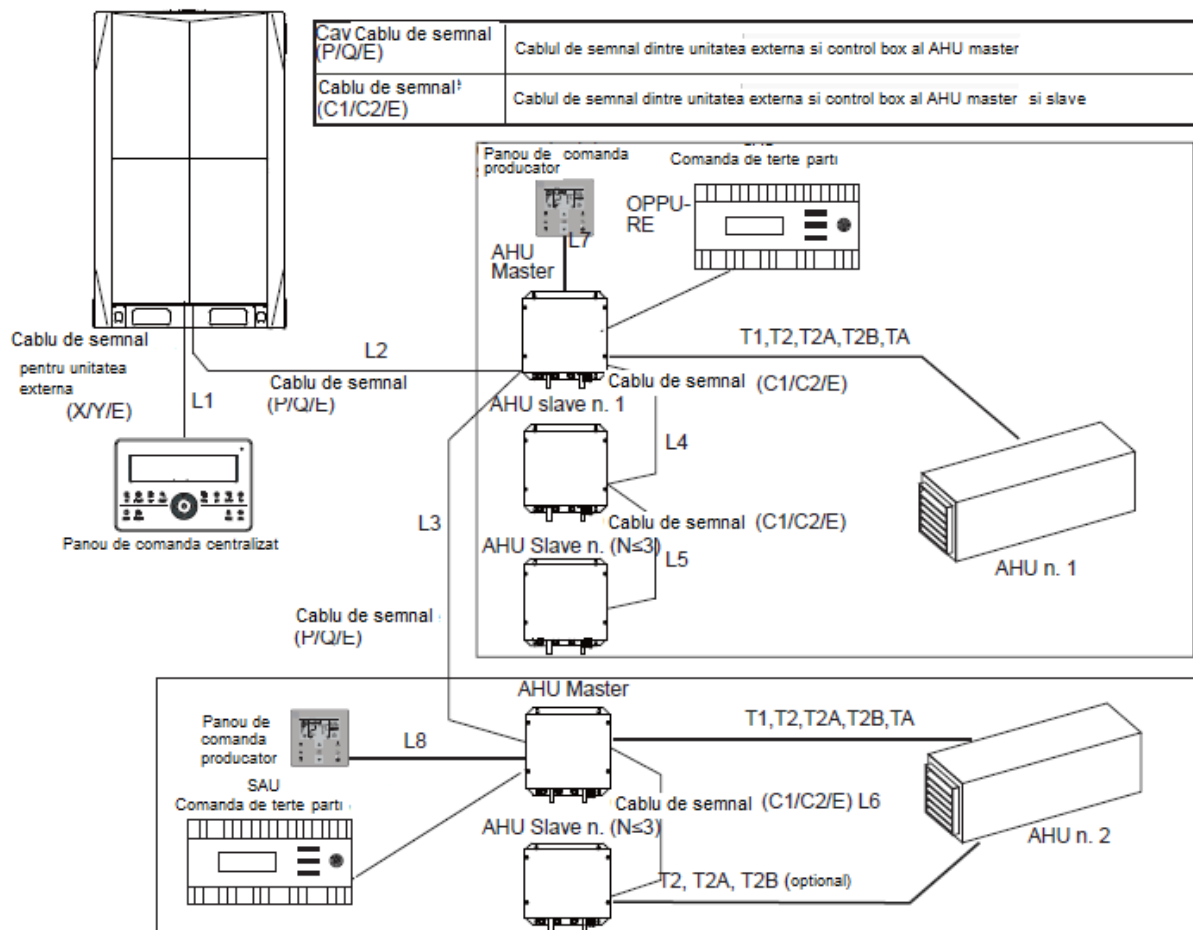

Figura 3-23
- Daca sunt prezente diferite sisteme de control box pentru centrala de tratare a aerului AHU in cadrul circuitului frigorific, ca de exemplu in figura 3-23, calculati numarul de adrese virtuale care sunt ocupate pentru fiecare sistem de kituri control box pentru centrala de tratare a aerului AHU in paralele si setati adresa efectiva a fiecarui sistem pentru a evita repetarea adreselor efective si virtuale.